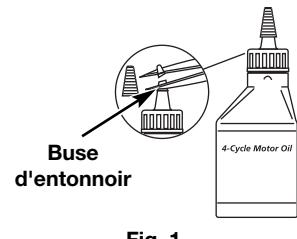

Fig. 1
Votre appareil est livré avec une bouteille d'huile SAE 30 SF, SG, SH de 90 ml (3,04 oz) (Fig. 1).
- Dévisser le bouchon de la bouteille d'huile et retirez le papier courant l'ouverture. Replacez le bouchon. Coupez la pointe de la buse de l'entonnoir (Fig. 1).
1. Enfoncez la poignée en D sur le corps de l'arbre afin de l'incliner vers la prise de l'arbre (Fig. 1). Le trou de boulon carré de la poignée se trouve à droite.